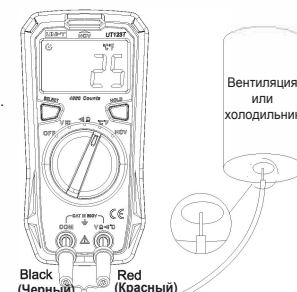

Рис. 2
4.4 Измерение температуры (Рис. 2)